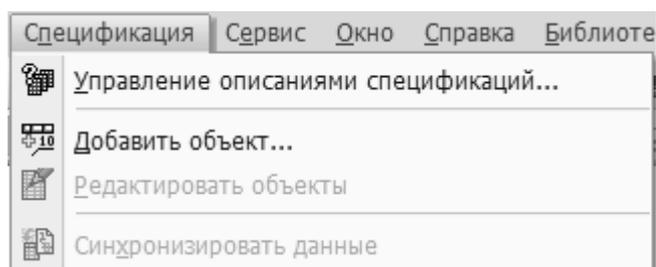

Рис. 13.3. Команда **Добавить объект** из меню **Спецификация**
- нажмите кнопку  **Добавить объект спецификации** на панели **Спецификация** или вызовите из меню **Спецификация** команду **Добавить объект** (рис. 13.3);